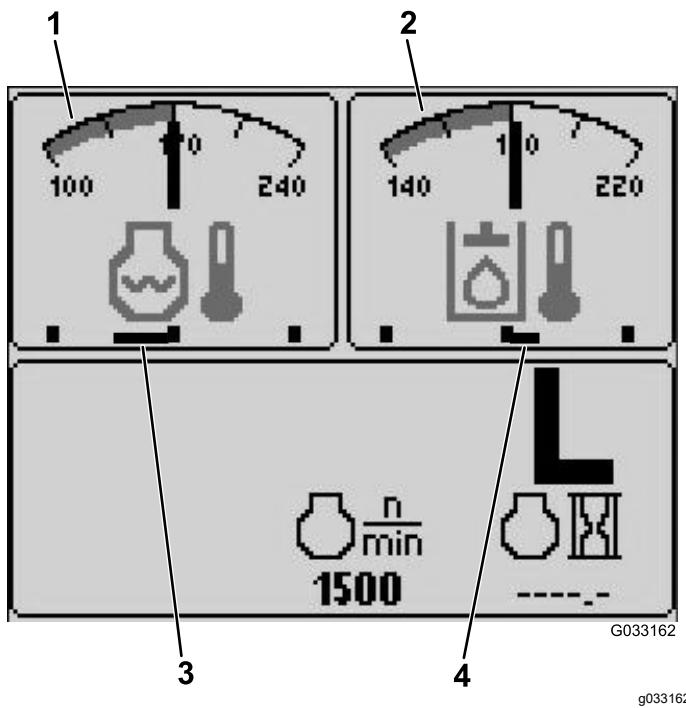

Figura 5
- Indicador da ventoinha e da temperatura do líquido de refrigeração do motor – ecrã superior esquerdo (Figura 5)
Nota: No exemplo Figura 5, as ventoinhas de refrigeração do motor estão a trabalhar a 50% na velocidade inversa.
A direção da ventoinha também é indicada no ecrã da temperatura do líquido de refrigeração do motor e no ecrã da temperatura do fluido hidráulico. Se a barra estiver à direita da marca intermédia, as ventoinhas estão a trabalhar para a frente. Se a barra estiver à esquerda da marca intermédia, as ventoinhas estão a trabalhar para trás (Figura 5).
Este mostrador indica a temperatura do fluido hidráulico e o estado da ventoinha de refrigeração (Figura 5).
Este mostrador indica a temperatura do líquido de refrigeração do motor e o estado da ventoinha de refrigeração (Figura 5).